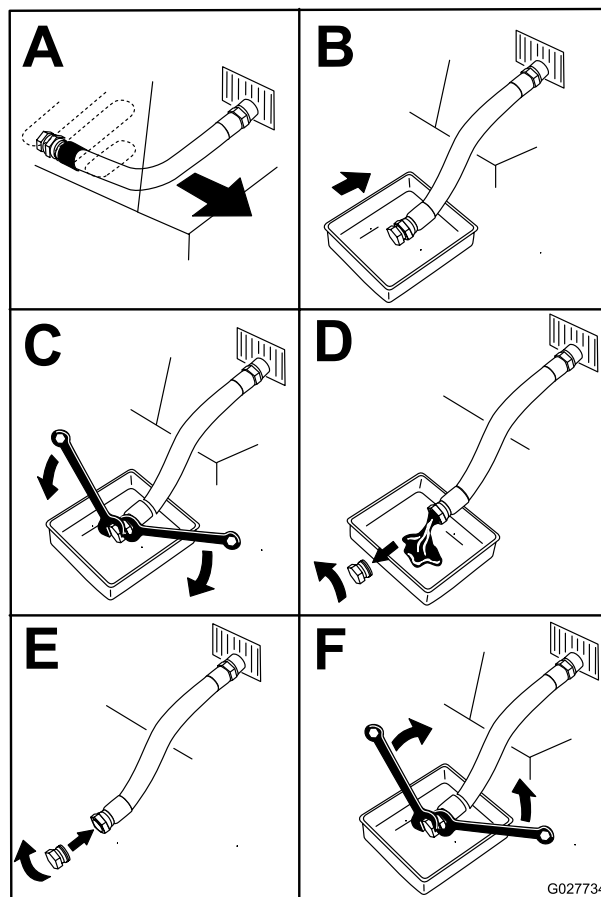

Figura 46
5. Spurgate l'olio dal motore (Figura 46).